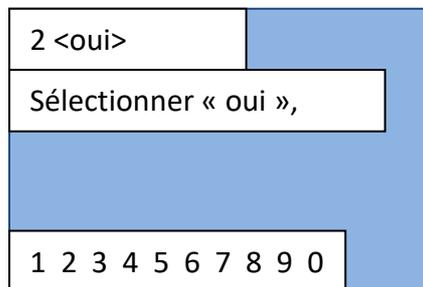

Figure 28 - Page du redémarrage
- 2) Sélectionner « 1. Redémarrer » pour redémarrer manuellement le dispositif. Confirmer sur la page de la Figure 28 pour effectuer le redémarrage.